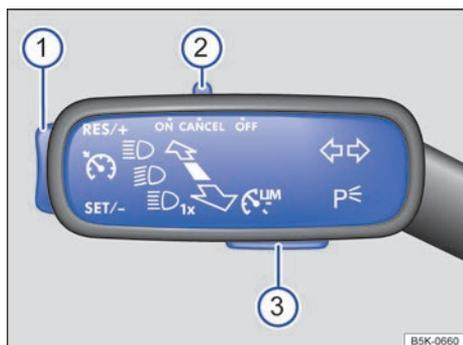

Fig. 114 En el lado izquierdo de la columna de dirección: mando y teclas para manejar el GRA.
- Desplace el mando → fig. 114 ② a la posición ON.